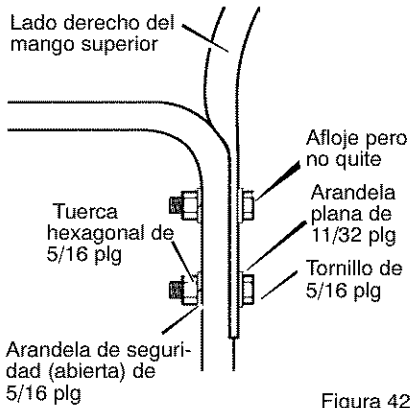

Figura 42
3. Afloje pero no quite los tornillos, arandelas planas, arandelas de seguridad y tuercas hexagonales que se encuentran en los agujeros superiores del mango inferior. Vea la Figura 42.